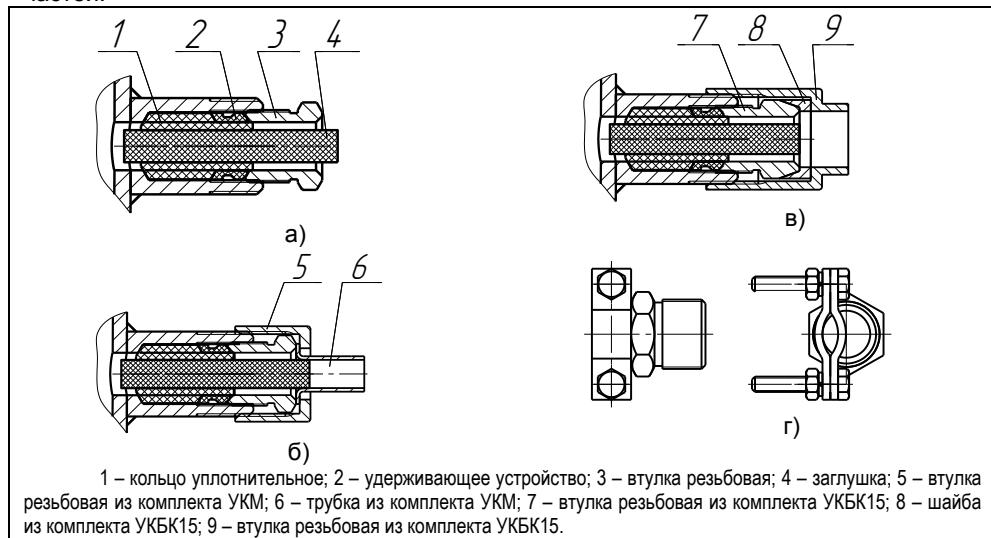

Рис. 2 – Элементы кабельных вводов:
- УКМ 10 или УКМ 12 или УКБК 15 – см. 6.1.1 (рис. 2) – относится к преобразователю СЕНС ПД (рис. 9);
6.1.1 Преобразователи СЕНС ПД изготавливаются с кабельными вводами D12 (см.рисунок 2).
Кабельный ввод D12 содержит (рисунок 2): кольцо уплотнительное 1, удерживающее устройство 2, втулку резьбовую 3, резиновую заглушку 4.
Комплекты УКМ10, УКМ12 (устройство крепления металлорукава) состоят из втулки резьбовой 5 и трубка 6 (рисунок 2,б). Комплекты предназначены для крепления металлорукава с внутренним диаметром 10 мм (УКМ10) или 12 мм (УКМ12).
Комплект УКБК15 (устройство крепления бронированного кабеля) состоит из втулки резьбовой 7, устанавливаемой взамен втулки 3, шайбы 8 и втулки резьбовой 9 (рисунок 2,в). Фиксация брони кабеля осуществляется между втулками 7 и 8 при наворачивании втулки резьбовой 9. Комплект предназначен для крепления бронированного кабеля с наружным диаметром до 15 мм.
Комплект УК16 (устройство крепления) состоит из втулки резьбовой с хомутом (рисунок 2,г), устанавливаемой взамен втулки 3 и позволяет хомутом закреплять металлорукав или броню кабеля, а так же обеспечивать дополнительное крепление